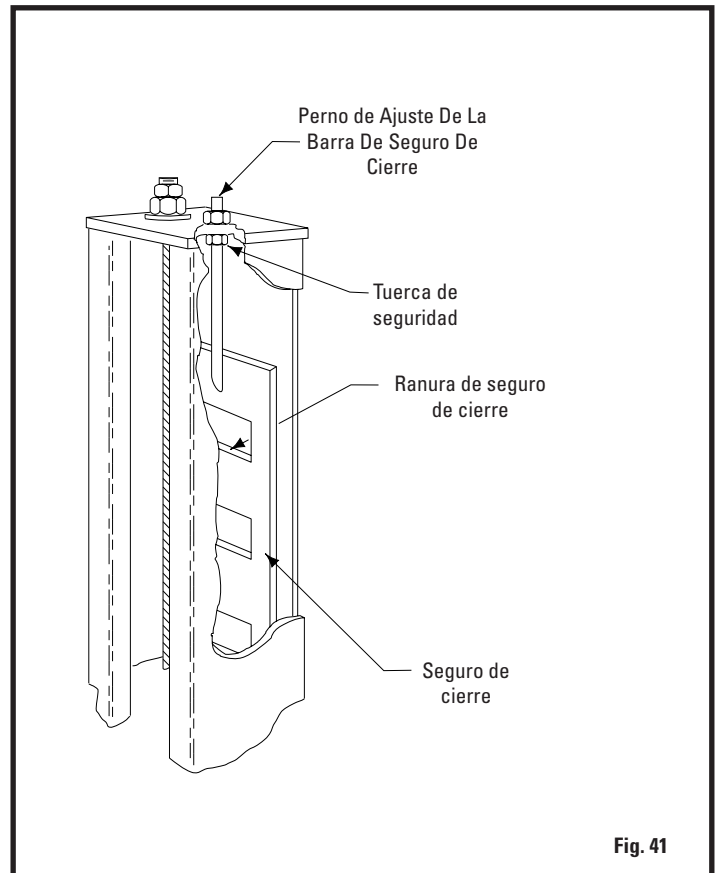

Fig. 41
- J. Para completar los procedimientos de nivelación, apriete cada tuerca de seguridad en la placa del seguro de cierre contra la parte inferior de la placa superior de la columna, Fig. 41. También apriete los pernos M6-50 en las bases de las barras con los seguros delanteros.